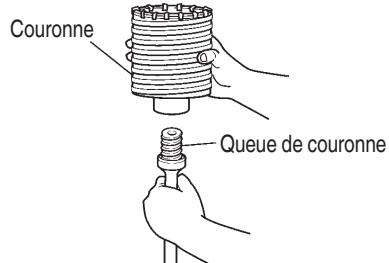

Fig. 17
#### (1) Monter la couronne sur la queue de couronne. (Fig. 17)